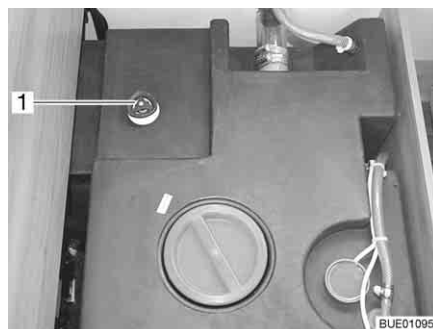

Fig. 222 Serbatoio dell'acqua con maniglia girevole
- Sul serbatoio dell'acqua ruotare la maniglia girevole (Fig. 222,1) in senso antiorario, oltre la resistenza verso l'esterno fino all'arresto, per aprire completamente l'apertura di scarico.